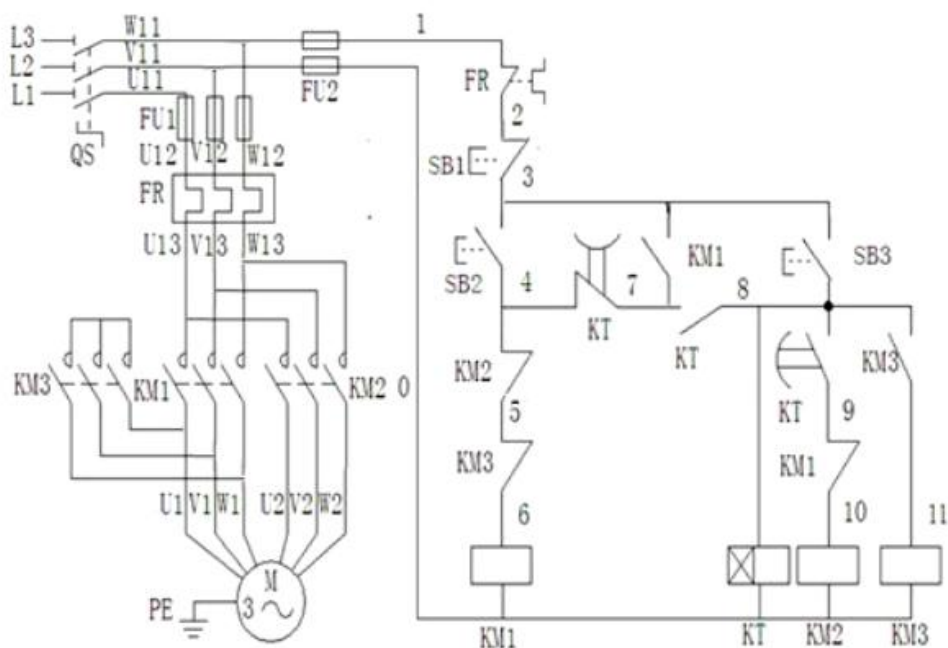

图1-3-20 继电器控制系统的设计与制作参考图
有一台机械设备需要采用 Δ/Y Y接法的双速异步电动机拖动，需要采用分级启动控制，(1) 分别用两个按钮操作电动机的高速启动和低速启动，用一个总停按钮操作电动机的停止。(2) 启动高速时，应先接成低速然后经延时后再换接到高速。(3) 应有短路保护与过载保护。请按要求完成系统设计、系统安装、接线、调试与功能演示。(现场提供的电路原理图进行安装如图1-3-20所示)。